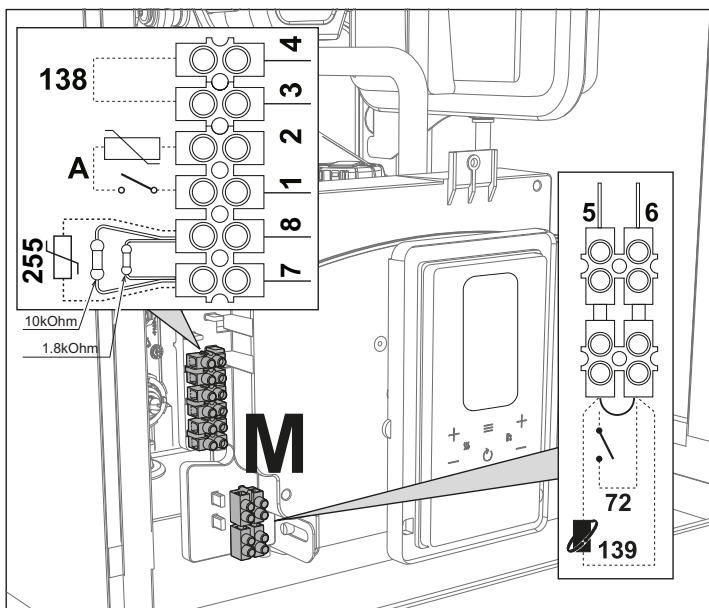

fig. 28
După ce ați scos panoul frontal ( \*\*\* 'Deschiderea panoului frontal' on page 155 \*\*\* ) veți putea avea acces la panoul de borne (M) și la siguranța (F) urmând indicațiile descrise în continuare ( și fig. 28). **Bornele indicate în trebuie să aibă contactele curate (nu 230 V).** Dispunerea bornelor pentru diferitele conexiuni este indicată și în diagrama electrică din fig. 64.
### Configurarea întrerupătorului ON/OFF (A fig. 28)